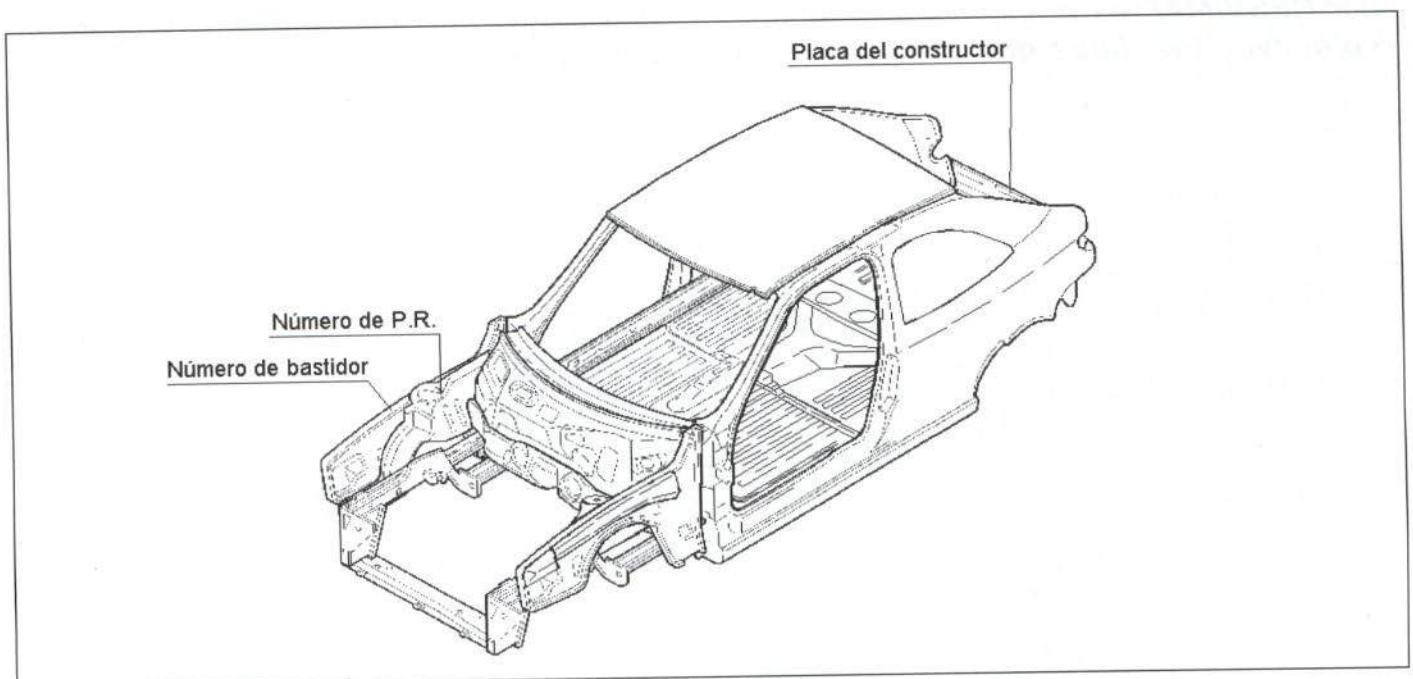

Figura 1.- Situación de las placas de identificación del vehículo y número de bastidor
Las características que identifican al vehículo se recogen, debidamente codificadas, en diversos puntos de la carrocería, tal y como se refleja en la figura 1.
- El número de bastidor se encuentra troquelado en la parte superior del pase de rueda delantero derecho (figura 1).